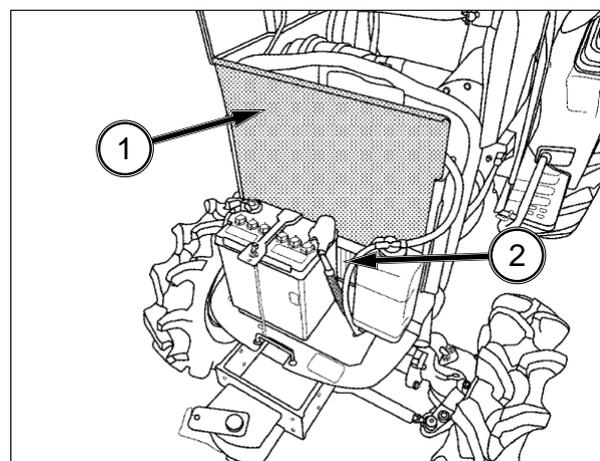

FIG. 101
FIG. 101: Limpieza de la rejilla del radiador Cuando el tractor se utiliza en el campo o de noche, la rejilla del radiador puede verse obstruida por la presencia de hierba, paja, insectos u otros residuos. Estacione el tractor en una superficie plana y abra el capó. Extraiga la rejilla del radiador (1) y límpiela.